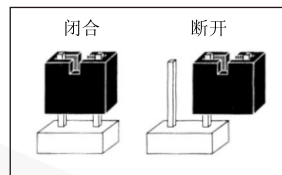

图.4 跳线位置
- 跳线S2用于开启或停用报警指示灯（如图4所示），断开S2，报警时指示灯不亮；